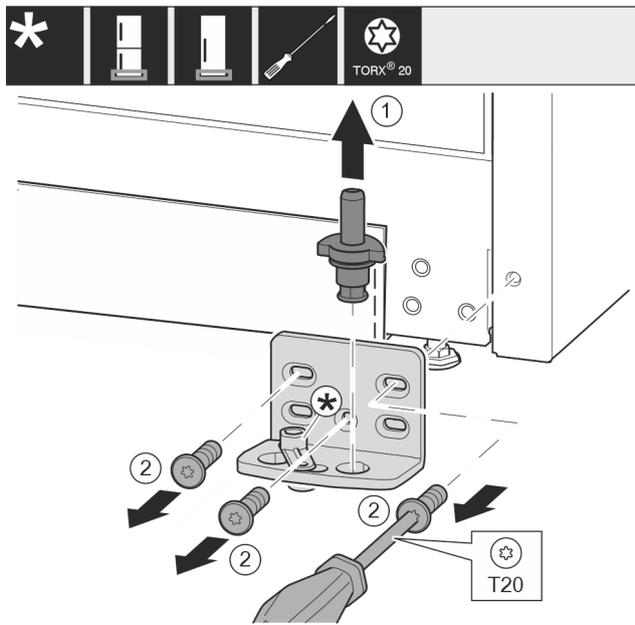

Fig. 13
- ▶ Retirer entièrement l'axe de palier Fig. 13 (1) par le haut.
- ▶ Desserrer les vis Fig. 13 (2) avec un tournevis et retirer le support de palier.